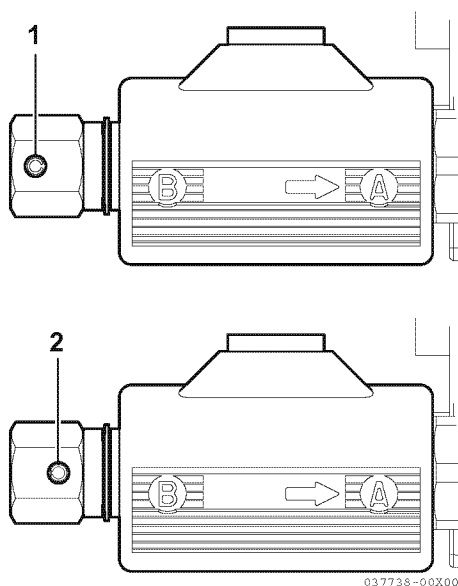

Figure 10
- Fonctionnement normal (1, **Figure 10**)
- Fonctionnement d'urgence (2, **Figure 10**)